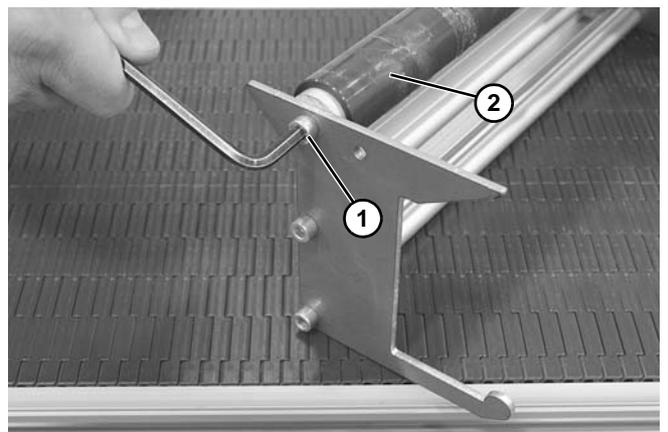

Figure 48
3. Retirer la vis (**Figure 48, élément 1**) des deux côtés du support et retirer le rouleau de reprise (**Figure 48, élément 2**).